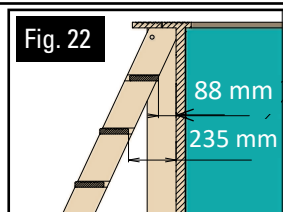

Fig. 22
- Se mått i fig 22. Förborra med \varnothing 10 mm träborrh i stegens sidor. Beakta fig 21 innan stegen skruvas fast steg med skruv 5x70.